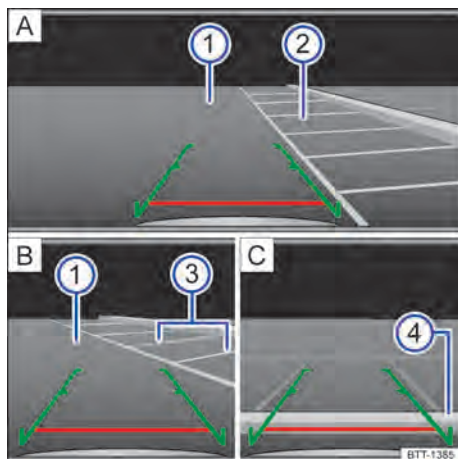

Fig. 120 Visualización de la pantalla del sistema de radio: estacionar con la cámara de marcha atrás.
- Posicionar el vehículo delante del hueco de aparcamiento → **fig. 120** **(2)** **[A]**.